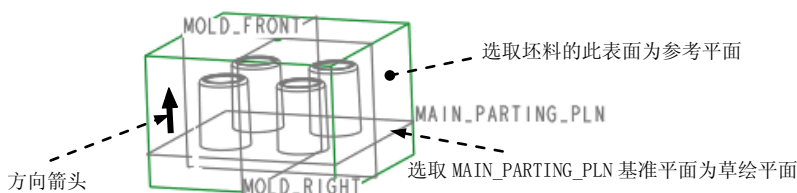

图 25.8 定义草绘平面
Step4. 定义草绘平面。执行命令后, 在系统  选择或创建一个草绘平面。的提示下, 选取图 25.8 所示的 MAIN_PARTING_PLN 基准平面为草绘平面。在 **DIRECTION (方向)** 菜单中选择 **Flip (反向)** 命令, 然后再选择 **Okay (确定)** 命令, 图 25.8 中的箭头方向为草绘的方向。在 **SKET VIEW (草绘视图)** 菜单中选择 **Right (右)** 命令, 选取图 25.8 所示的坯料表面为参考平面。